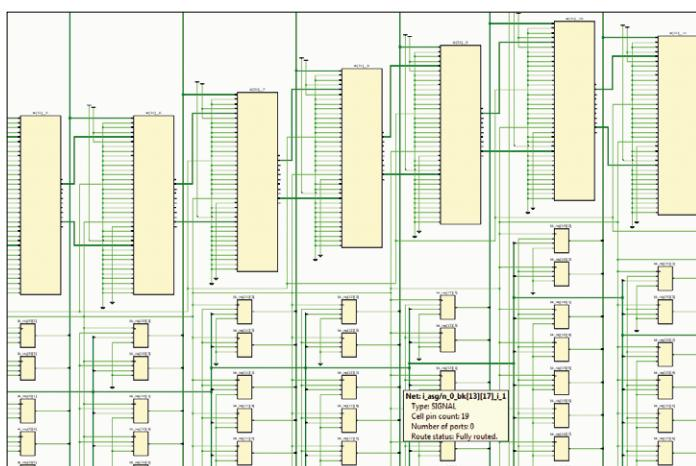

Figure 3. Construction d'un filtre en FPGA (vue partielle).
Nous voulons en premier lieu réaliser un filtre FIR comme à la **figure 1**. Son code source Verilog est visible dans le **listage 1**. L'opération décrite à la ligne 11 est traduite par un bloc DSP48, elle implique aussi le registre x_k (lignes 7 et 18) de la chaîne de retard. On matérialise les registres de coefficients b_k au moyen de bascules bistables. Pour construire un registre FIR à 32 coefficients (*taps*), il faut en tout 406 tables de correspondance (*LUT*), 786 bascules (FF) et 32 DSP. Pour les 32 coefficients b_k , chacun avec une résolution de 18 bits, il faut $32 \times 18 = 576$ bascules. Nous utilisons 32 blocs DSP pour les multiplicateurs, accumulateurs et registres x_k . Les autres bascules et les tables de correspondance servent à d'autres fonctions, parties intégrantes du module. La **figure 3** ne peut vous montrer qu'une partie du module de filtre FIR.